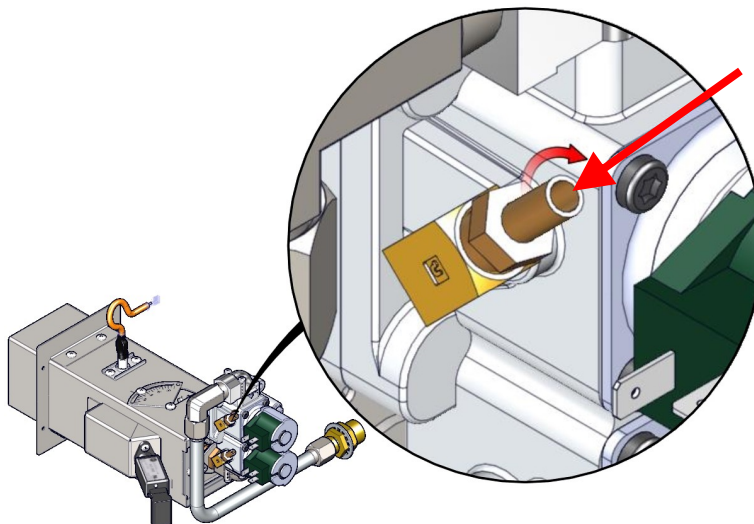

Figure 2
- Serrer la vis dans le sens horaire jusqu'à ce que douillement (Figure 2)